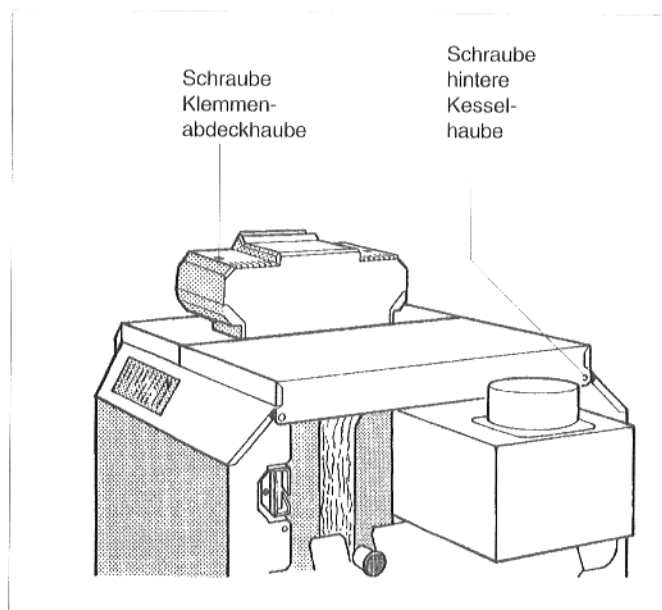

Abb. 1: Rückseite mit Regelsystem 2000
2. Die beiden Befestigungsschrauben der hinteren Kesselhaube (Abb. 1) herausdrehen. Hintere Kesselhaube abnehmen.
3. Die beiden Schrauben der Klemmenabdeckhaube des Regelgeräts (Abb. 1) herausdrehen. Klemmenabdeckhaube abnehmen.